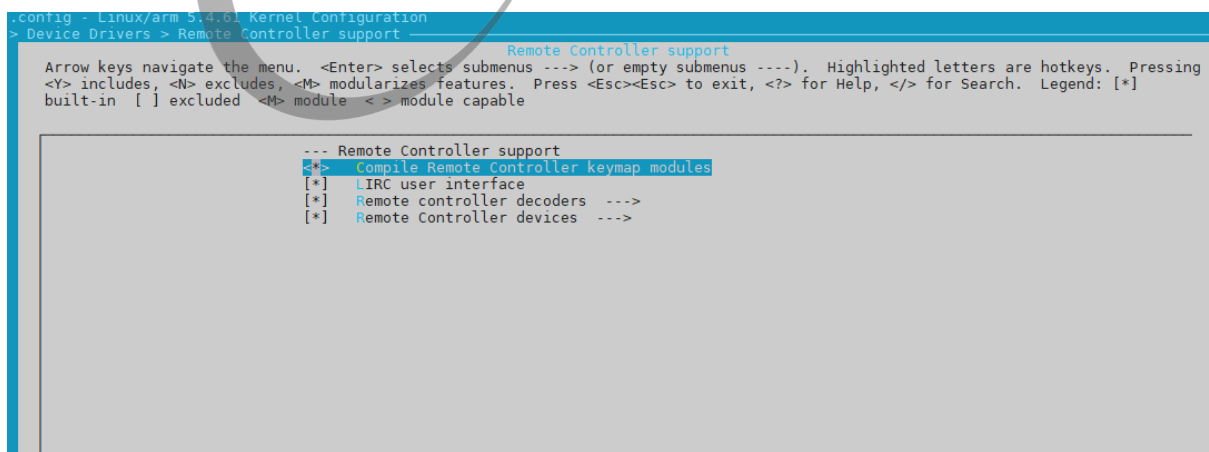

图 4-1: Linux-5.4 RC 配置图
1. 在 root 路径下执行 make kernel\_menuconfig，进入 Device Drivers，然后按 PC 键盘的 R 键，可以快速定位到 “Remote Controller support” 选项中，然后进入该选项，选上图 4-1 中的选项。